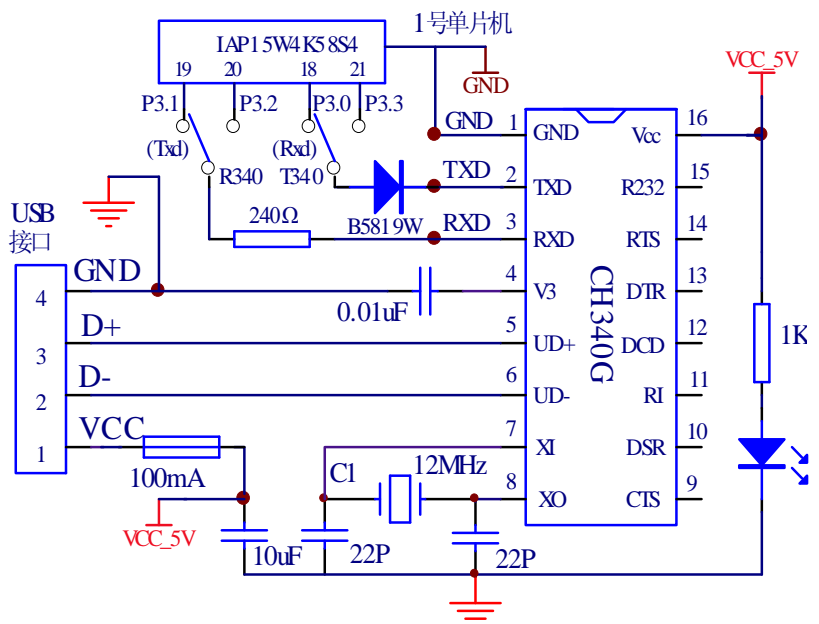

图 1-12 1号单片机串口下载与模拟串口实验电路
10、1号单片机串口下载与模拟串口实验电路如图 1-12 所示。